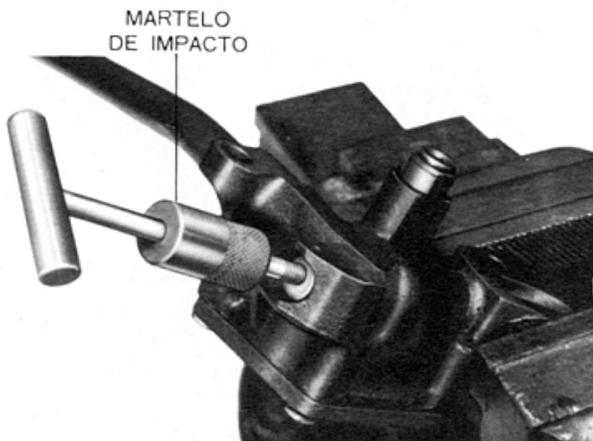

Fig. 41 — Remoção do tampão da válvula de alívio
- Prender a bomba de óleo numa morsa, pela haste de fixação, e em seguida, retirar o tampão. Eliminar o tampão e remover a mola e a válvula de alívio (fig. 41).